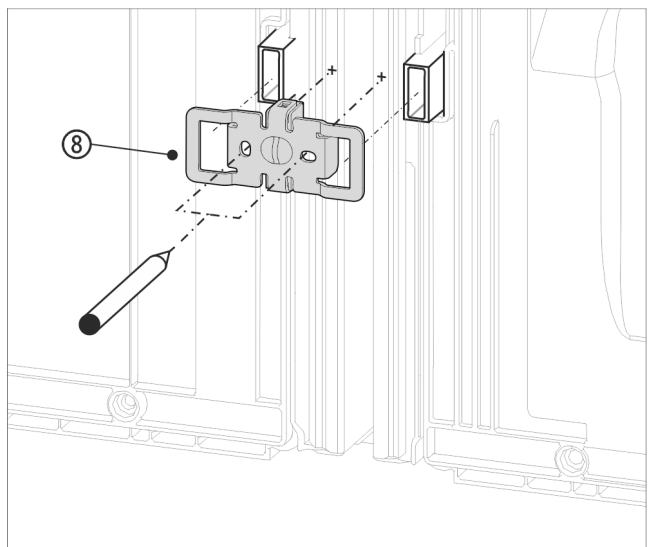

Fig. 16 Приблизне відображення
- ▶ Всунути кут Fig. 16 (8) з виїмками через кріплення для пристінної розпірки.